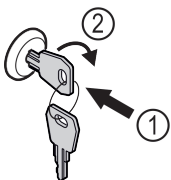

Fig. 114
- Inserire la chiave Fig. 114 (1).
- Ruotare la chiave di 90° in senso orario Fig. 114 (2).